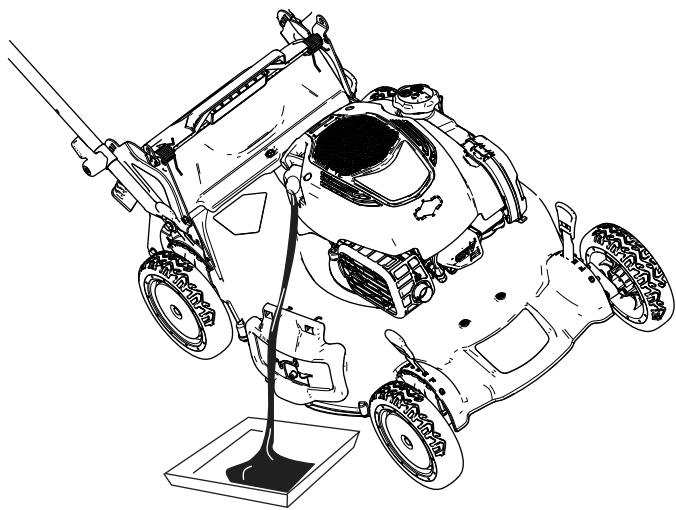

Bild 40
4. Kippen Sie die Maschine seitlich (Luftfilter nach oben), um das Altöl aus dem Öleinfüllstutzen abzulassen (Bild 40).